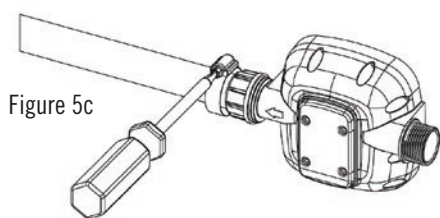

Figure 5c
6. Serrer les colliers de serrage pour sécuriser les flexibles d'aspiration et de refoulement aux raccords cannelés de façon à éviter toute fuite (Figure 5c, page 5).